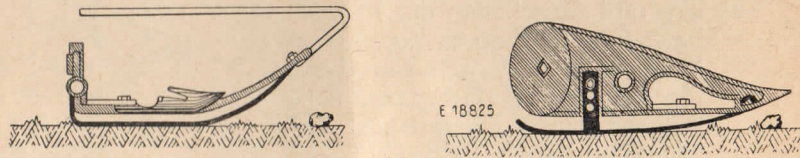

Bild 14
a) Verstellen der Schnitthöhe: Um auf stark unebenem oder steinigem Boden zu mähen, ist die Schnitthöhe, um Messerbeschädigungen zu vermeiden, höher zu stellen. Zu diesem Zweck sind am inneren und äußeren Schuh Schleifen verstellbar angebracht. Die Verstellung geschieht durch Versetzen der Befestigungsschraube in eine entsprechende Bohrung der Schleife. Beide Schleifen müssen jedoch immer gleichhoch sein. Die Neigung nach vorn, die der Schneidapparat durch die Verstellung bekommen hat, ist durch den Kipphebel wieder auszugleichen (Bild 14).